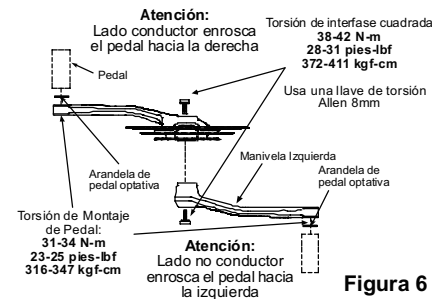

Figura 6
**Estria:** Primero, confirme que las arandelas de guía ISIS están instaladas entre el brazo de la biela y su perno. Luego, instale las bielas de estria en el huso bien engrasado. Al mismo tiempo, asegúrese de engrasar los retenes del huso de eje del pedal. Refiérase a las especificaciones en la figura 6 antes de instalar.
Instale el ensamble de las bielas como se especifica y demuestra en la figura 6. Engrase las roscas de los pernos del eje del pedal y la parte interior de la cabeza de los mismos, luego apriételos de acuerdo con los requerimientos de torsión especificados en la figura 6. Para una instalación apropiada es necesario utilizar siempre una llave de torque.